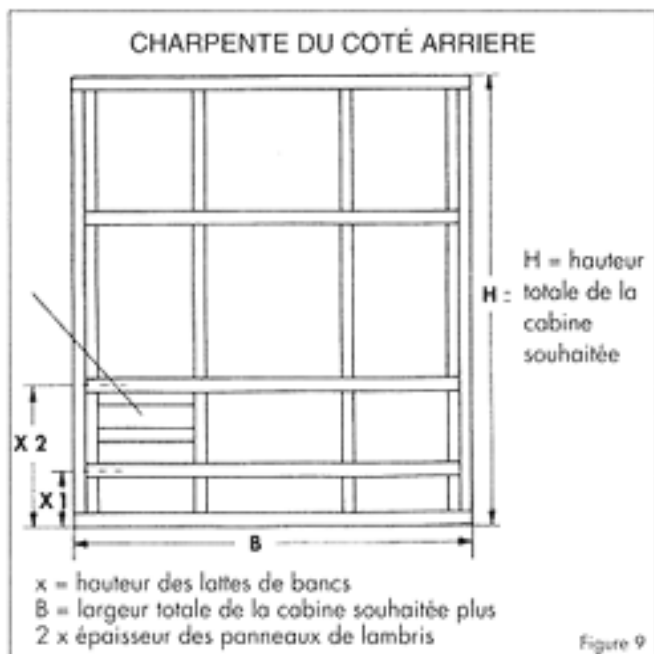

Figure 8
- Mise en place de la porte et du cadre de la porte (fig. 8 & 9).
verticales (important pour la stabilité des parois et du plafond de la cabine), ainsi que pour la fixation sûre du poêle en tant que modèle mural (poids total y compris env. 30 kg de pierres = env. 50 kg) (fig. 8).
pour le poêle du sauna ainsi que diagonalement de l'ouverture d'évacuation d'air réglable (le cas échéant avec raccordement à l'air extérieur) (fig. 8 & 9).